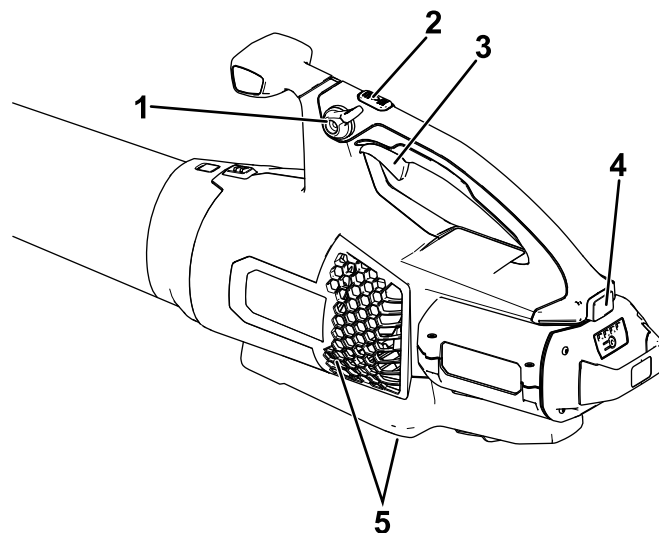

Figura 9
4. Para arrancar el soplador, apriete el gatillo de velocidad variable (Figura 9).
**Nota:** Active el bloqueo de velocidad para mantener la máquina encendida sin tener que apretar el gatillo de velocidad variable (Figura 9).
Para obtener el máximo rendimiento (velocidad de aire), presione a fondo el gatillo de velocidad variable, luego mantenga pulsado el botón de potencia turbo durante el tiempo deseado (Figura 9).
Para ajustar la velocidad del aire mientras sopla, utilice el gatillo de velocidad variable (Figura 9).
Para mantener la velocidad actual del aire, active el bloqueo de velocidad (Figura 9).
Para apagar el soplador, desactive el bloqueo de velocidad (si lo está usando) y suelte el gatillo de velocidad variable (Figura 9).